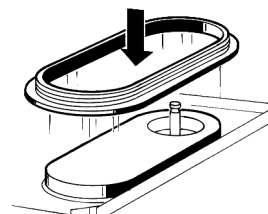

figure 8
**4** Replacer le joint du réservoir sur l'évaporateur, en laissant la couronne plus épaisse en contact avec le plan égouttoir (voir figure 8).